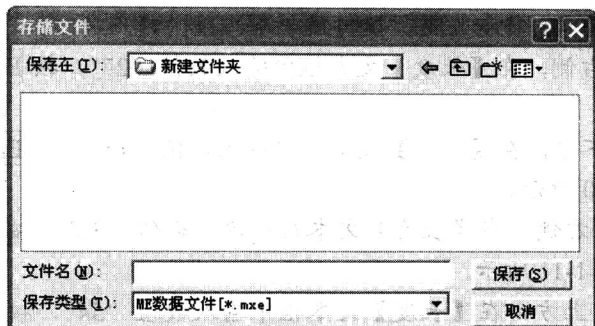

图1-16 【存储文件】对话框
4. 选择【文件】/【保存】命令，或者直接单击【标准工具栏】中的  按钮，如果是第 1 次保存文件，则弹出【存储文件】对话框，如图 1-16 所示。